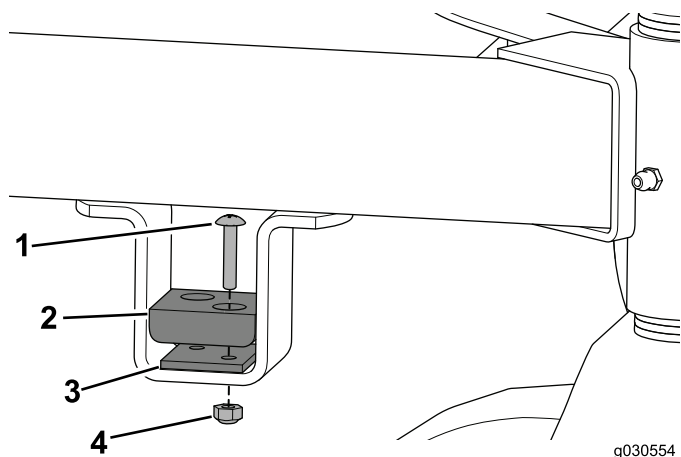

図 18
6. クッション上でクレビスピンが落ち着かない時は、クッションスペーサを使ってください 図 18。